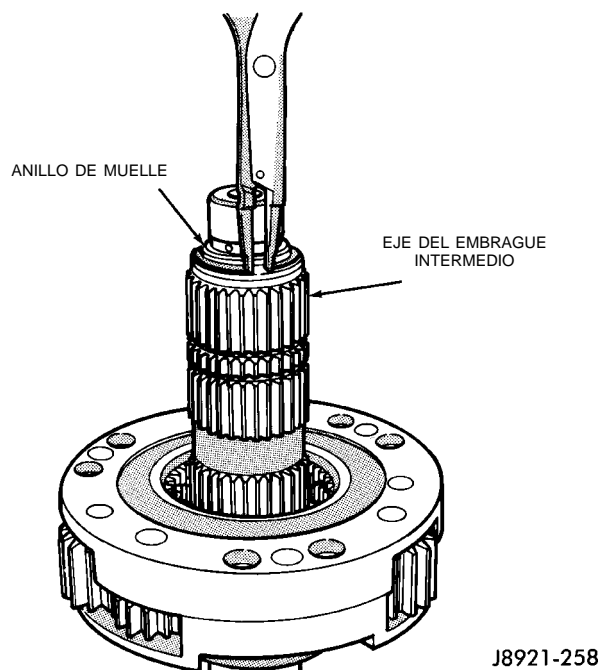

Fig. 76 Instalación del anillo de muelle del eje del embrague
(13) Instale el anillo de muelle del eje del embrague (Fig. 76).